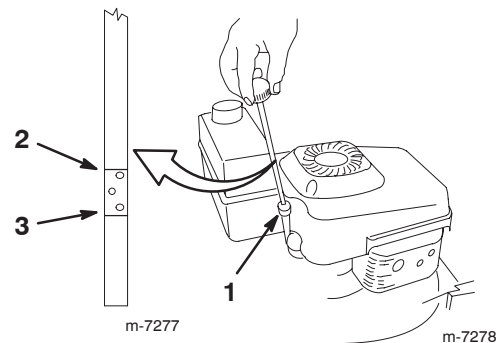

Bild 7
Stellen Sie vor jedem Einsatz sicher, dass der Ölstand zwischen den Marken „Add (Nachfüllen)“ und „Full (Voll)“ am Peilstab steht (Bild 7).
- Reinigen Sie den Bereich um den Peilstab (Bild 7).
- Lesen Sie den Ölstand am Peilstab ab (Bild 7).